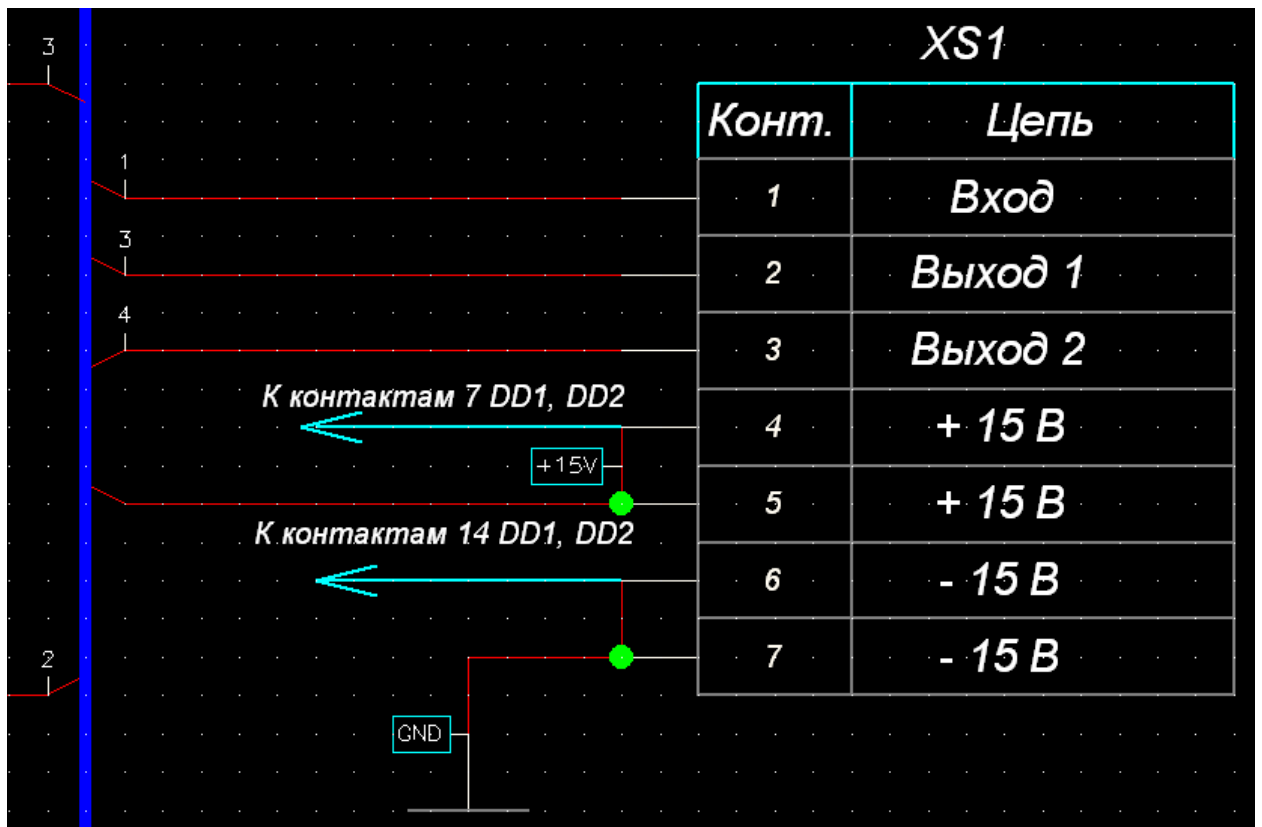

Рисунок 5.24 - Подключение питания к микросхемам и запись в разъеме наименований выводов соединений
- Нажатием клавиши  перейти в режим рисования линий и нарисовать стрелки в соответствии с рис. 5.24.
- Вновь выполнить команды **Place/Text**  и щелкнуть ЛК в первой строке соединителя. Откроется диалоговое окно **Place Text**. В этом окне ввести с клавиатуры имя «**Вход**». Далее выбрать выравнивание по центру горизонтали и вертикали. Выбрать шрифт **Arial3_5Italic** и нажать на панель **Place**. В первой строке таблицы разъема появится имя «**Вход**» (рис. 5.24).